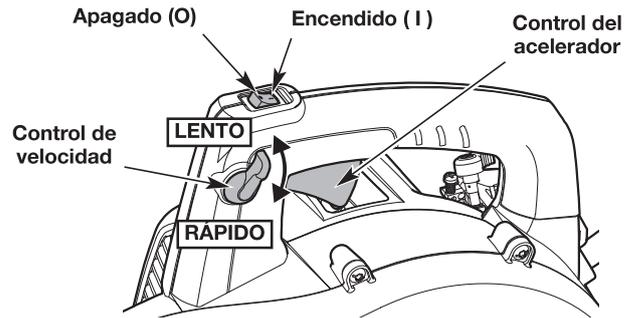

Fig. 3
NOTA: No es necesario encender la unidad. El interruptor de encendido/apagado está en la posición ENCENDIDO (I) en todo momento (Fig. 3).
4. Mueva el control de crucero a la posición **LENTO** (Fig. 3).
NOTA: Mantenga el control de crucero en posición **LENTO** y **NO** presione el control del acelerador hasta el paso 9 (Fig. 3).
8. **NO** apriete el control del acelerador. Ponga el motor en una marcha lenta durante 5 a 10 segundos. Si la unidad se detiene durante ese período, oprima y mantenga oprimido el control del acelerador o mueva el control de crucero a la posición **RÁPIDO** (Fig. 3) y tire de la cuerda de arranque con un movimiento controlado y firme hasta que la unidad se ponga en marcha.
9. Apriete y mantenga oprimido el control del acelerador o mueva el control de crucero a la posición **RÁPIDO** (Fig. 3). Deje que el motor se caliente durante 30 a 60 segundos.
2. Oprima y mantenga apretado el interruptor de encendido/apagado en la posición **APAGADO (O)** hasta que el motor se pare por completo (Fig. 3).
- Use el control de velocidad para facilitar la operación continua (Fig. 3).